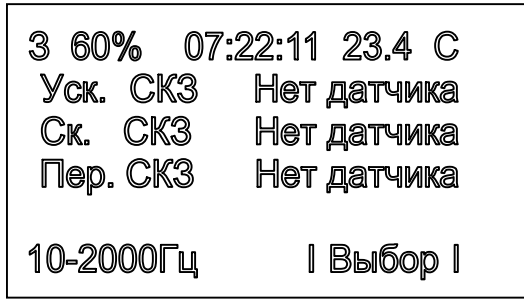

Рис. 15
4.4.3.2. Для заряда аккумулятора виброметра необходимо подключить к соединителю X3 вилку шнура сетевого адаптера, а вилку адаптера вставить в розетку сети 220В, 50Гц. При этом произойдет автоматическое вкл ючение виброметра и на дисплее высветится картинка базового режима виброметра с указанием в первой строке буквы "З" (заряд) и текущего процента заря да (рис.15). Во время заряда вибропреобразователь, как правило, должен быть о тсоединен от виброметра (сообще ние на дисплее "Нет датчика").